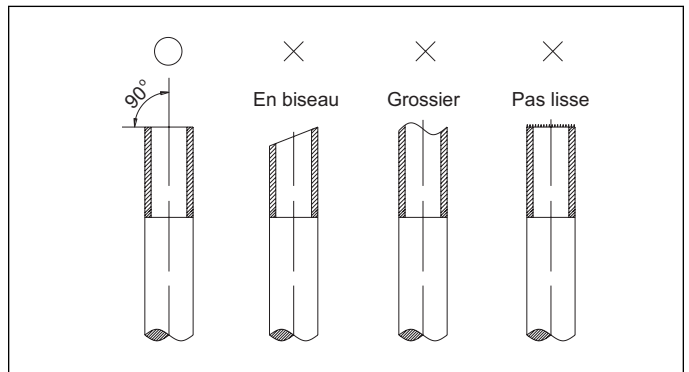

Figure 24. Coupe des tubes
4. Couper les conduites avec un coupe-tube. Les coupes doivent être plates et lisses comme illustrées à la « Figure 24. Coupe des tubes ».